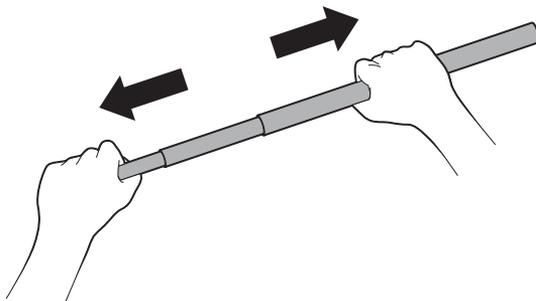

Figura 8 Extensión del mástil de montaje telescópico
- Extienda el mástil de montaje telescópico como se muestra en la Figura 8.